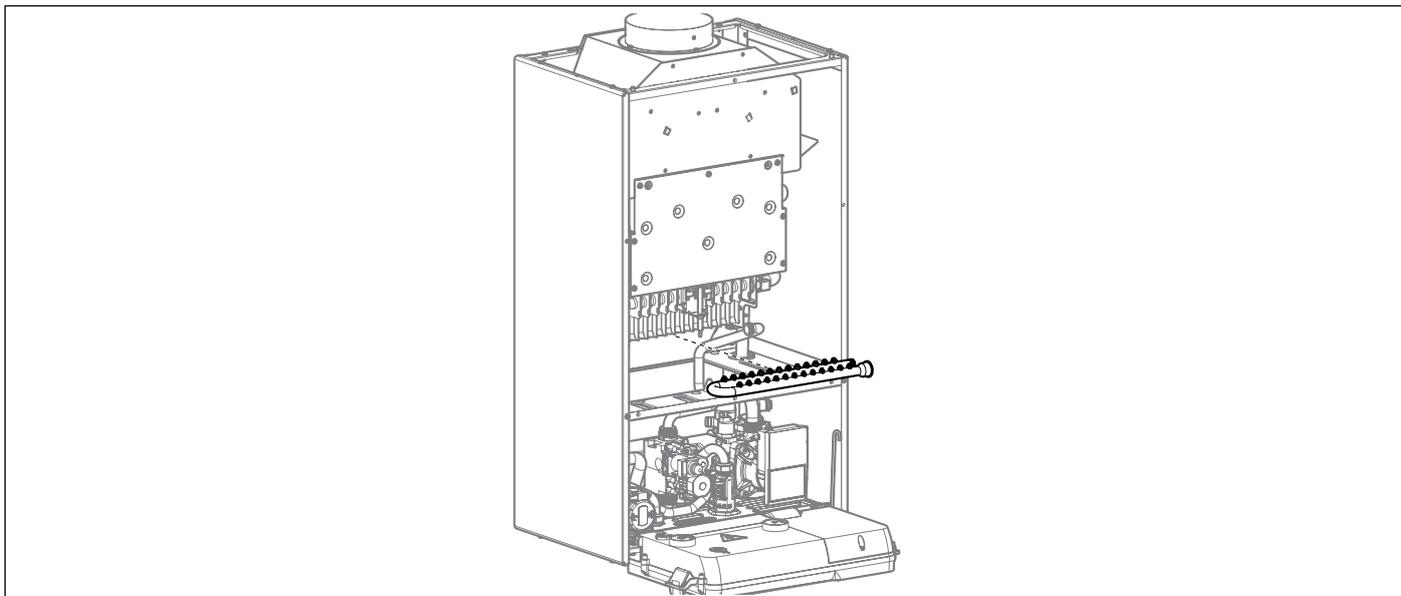

Fig. 27 Collettore gas
- Rimuovere il collettore del bruciatore e sostituirlo con quello corrispondente al nuovo tipo di gas (vedi Fig. 27 Collettore gas).